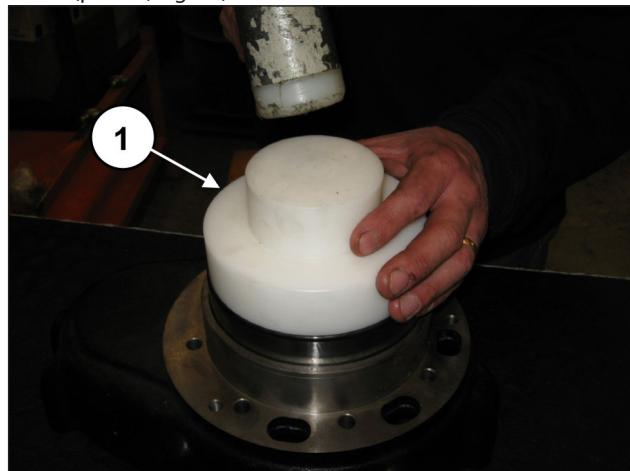
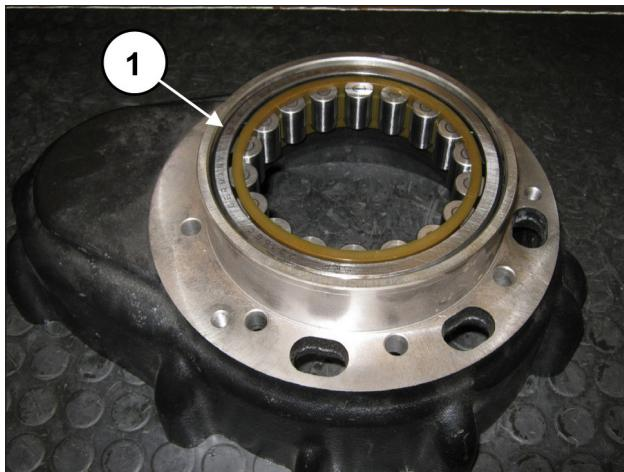

Fig. 55
Fig. 56
Desde el lado opuesto de la caja del reduktor, premontar la anilla externa del cojinete del árbol acodado utilizando la herramienta cód. 27605000 (pos. ①, Fig. 55) para introducirla a fondo (pos. ①, Fig. 56).